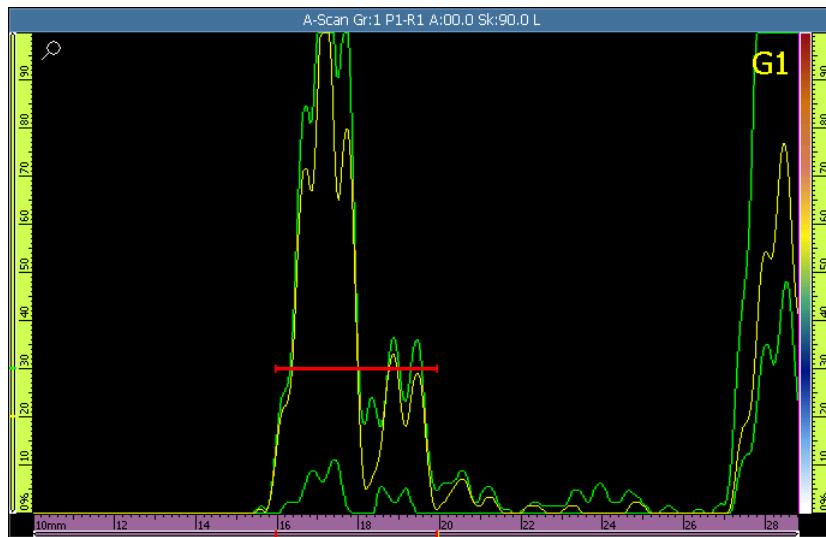

Рис. 5-6 Построение огибающей для калибровки задержки в призме
- Осторожно подвигайте преобразователь вперед-назад на калибровочном образце, над отражателем, для построения плавной огибающей сигнала (см. Рис. 5-6 на стр. 124).